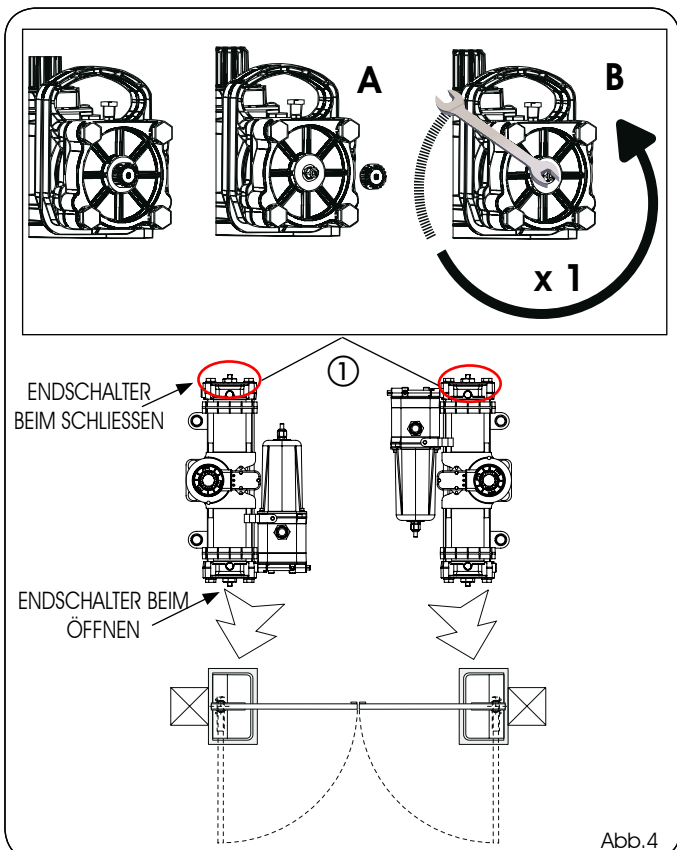

Abb.4
3) Die Abdeckung (Abb. 4, Bez. A) der Endanschlagschraube beim Schließen (Abb. 4, Bez. ①) am Antrieb abschrauben und überprüfen, ob die Schraube komplett zuge dreht ist.
4) Die Endanschlagschraube (Abb. 4, Bez. B) beim Schließen um eine Drehung lösen (WICHTIG FÜR DIE KORREKTE KUPPLUNG RITZEL-NUTBUCHSE BEI DER MONTAGE).